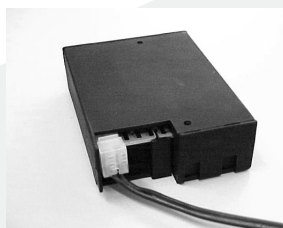

fig. 7
- Reliez les fils sur les connecteurs du bloc régulateur de gaz. Les fiches ont de différentes dimensions et correspondent avec les connecteurs sur le bloc régulateur de gaz (fig. 7).